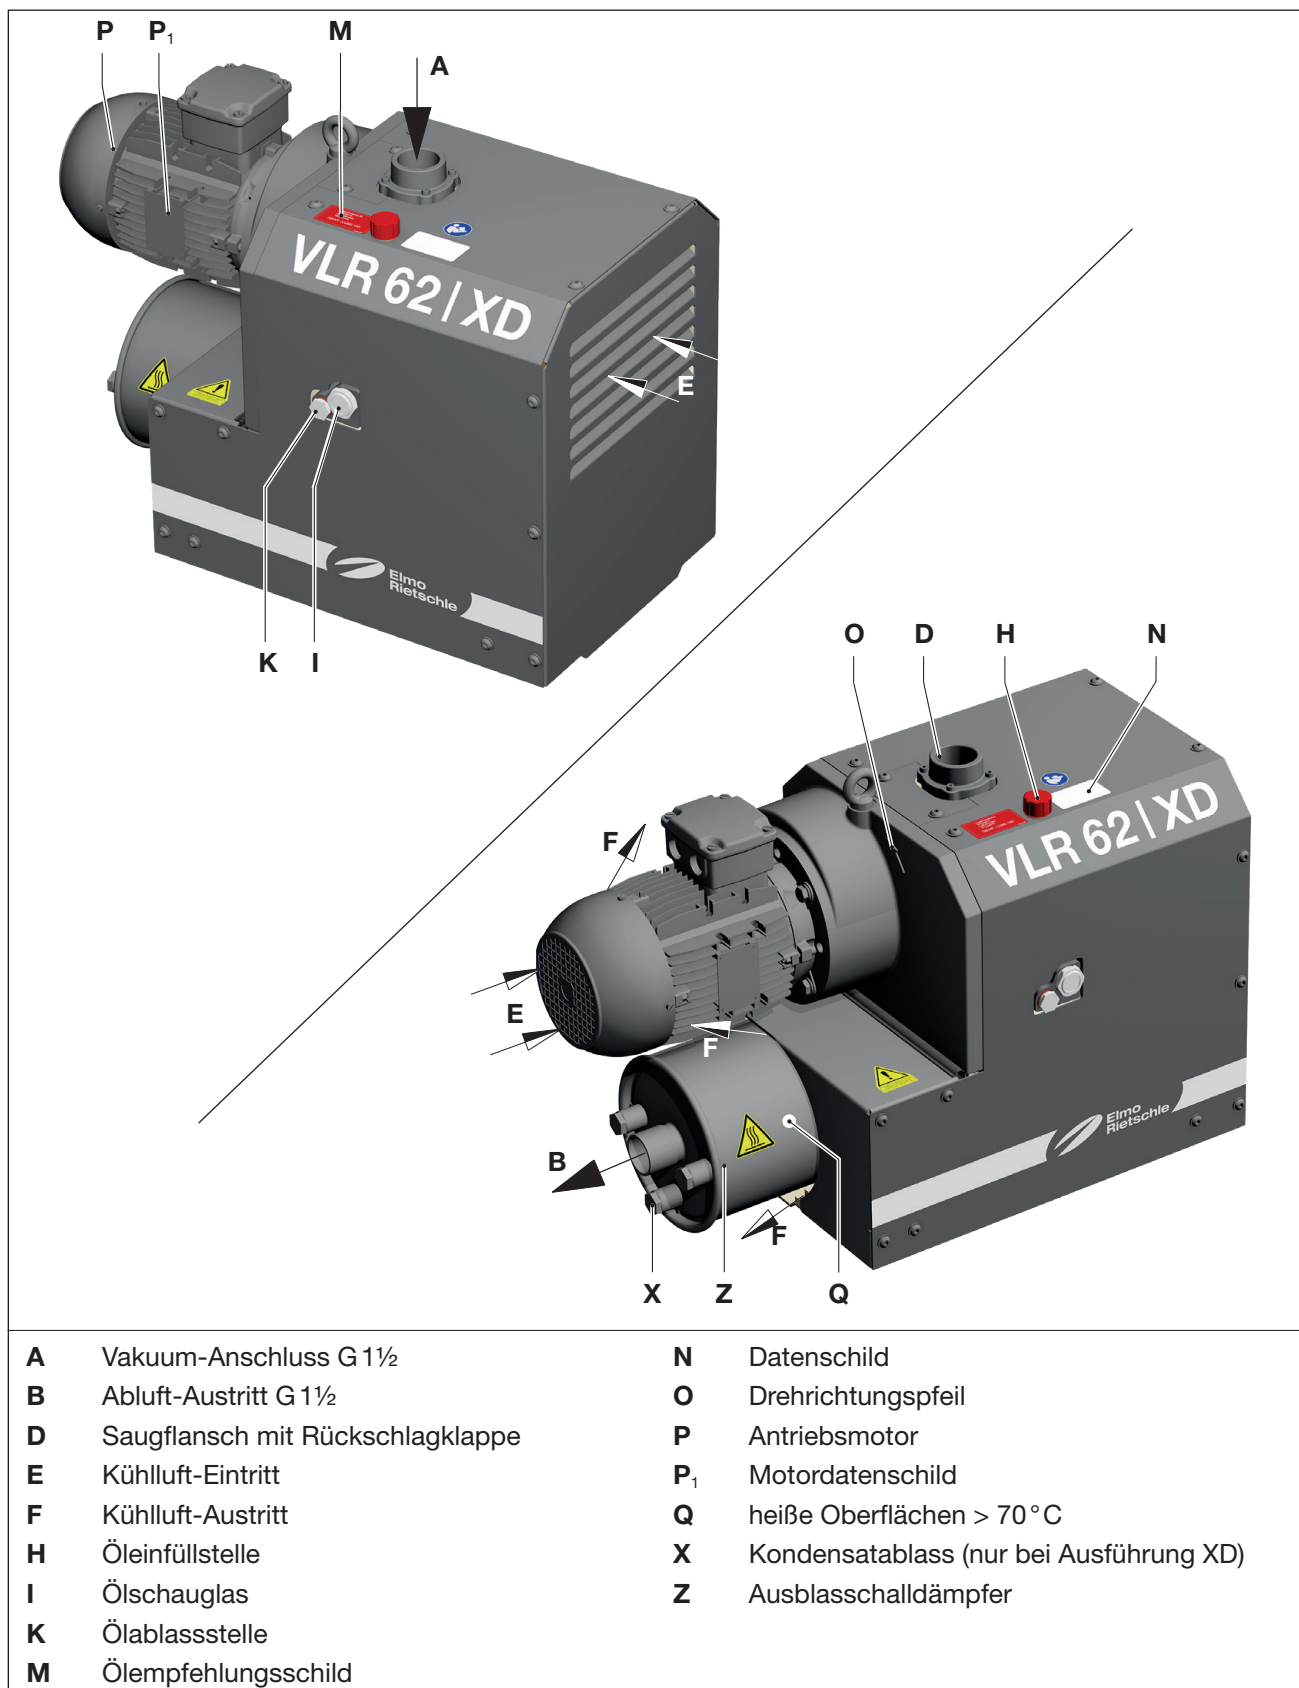

Abb. 2 Vakuumpumpe C-VLR 62 XD mit aktiver Kühlung (CD ist baugleich)
Die VLR xx2 ist durch eine Dämmhaube gekapselt. Um die entstehende Wärme vom Verdichter abzuführen, wird die Kühlluft mit Hilfe eines Trommellüfters, welcher die frische Kühlluft (Abb. 2-Abb. 3/E) ansaugt und die erwärmte Luft am Kühlluftaustritt (Abb. 2-Abb. 3/F) ausbläst, zwischen dem Verdichter und der Haube hindurchgesaugt. Der Antrieb erfolgt über eine Kupplung durch einen angeflanschten Drehstrom-Normmotor.
Die VLR xx2 hat saugseitig einen Anschlussflansch und druckseitig einen Auslassschalldämpfer (Abb. 2-Abb. 3/Z). Ein integriertes Rückschlagventil verhindert ein Belüften des evakuierten Systems nach dem Abstellen der Pumpe. Dieses Rückschlagventil beinhaltet ein Siebfilter um Beschädigung durch Verunreinigungen zu vermeiden. Je nach mechanischer Variante ist ein Vakuumbegrenzungsventil in der Maschine integriert.
- Öl-Einfüllstelle (Abb. 2- 3/H), Öl-Schauglas (Abb. 2- 3/I) und Öl-Ablass (Abb. 2- 3/K) müssen leicht zugänglich sein.